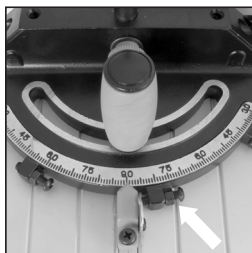

Fig. 24
- Maak de sluitmoer van de referentieschroeven los. (**Fig. 24**)